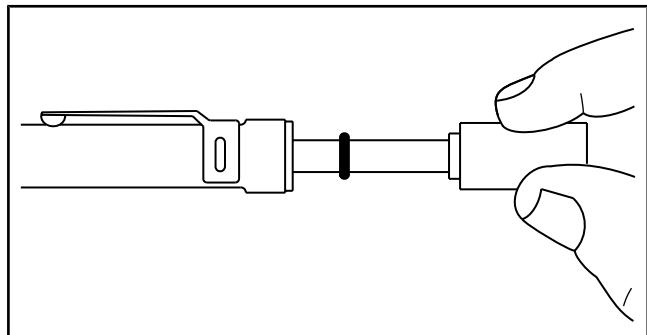

Рисунок 7.05-16: Определение усилия натяжения приводного ремня
- e. Зарегистрируйте значение прибора (см. Рисунок 7.05-16). Значение усилия определяется положением низа большого уплотнительного кольца на шкале. Значение должно находиться в пределах заданного диапазона, см.